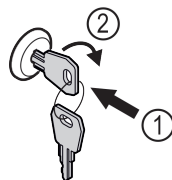

Fig. 103
- ▶ Inserire la chiave Fig. 103 (1).
- ▶ Ruotare la chiave di 90° in senso orario Fig. 103 (2).